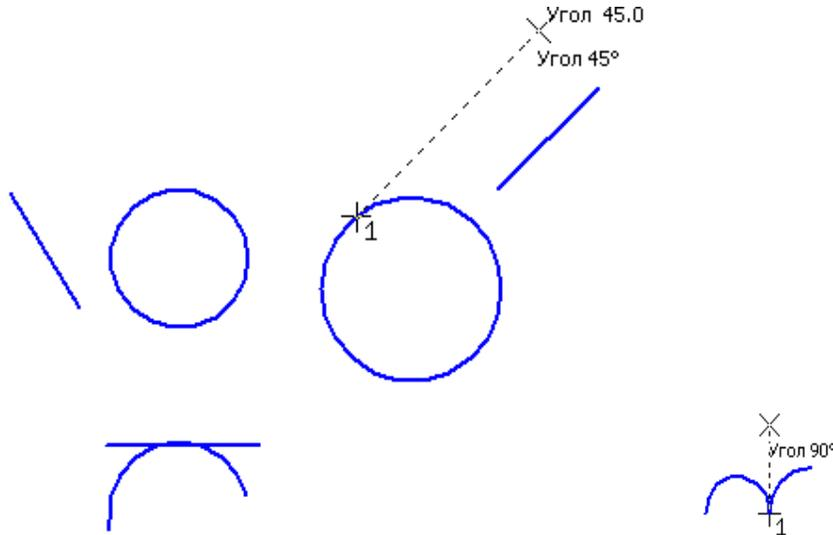

Рисунок 19. Примеры создания отрезка или дуги, составляющих линию.
■ **Линия**  - эта команда позволяет строить на чертеже линию, состоящую только из отрезков и дуг кривых, последовательно соединенных друг с другом (рис. 19).